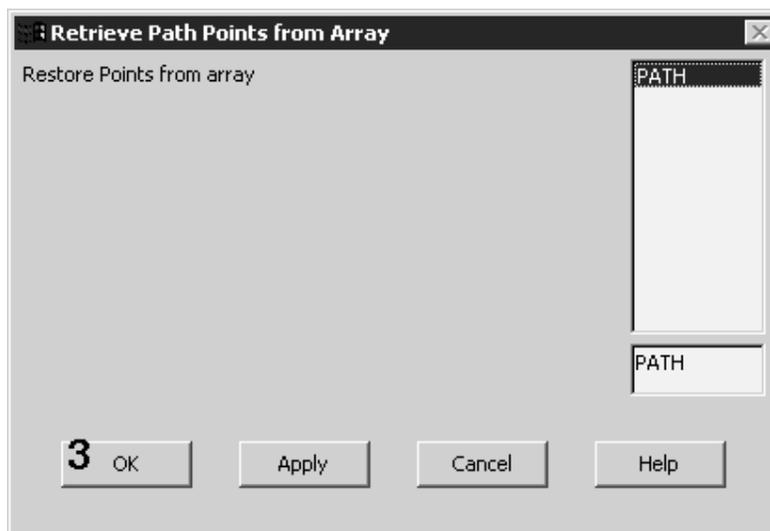

图 12.46 恢复路径点参数
2. 在对话框中 Define Path with Name (指定路径名)为“path”, 单击“POIN-only points”单选按钮, 然后单击  按钮关闭对话框。ANSYS 程序将弹出如图 12.46 所示的对话框。